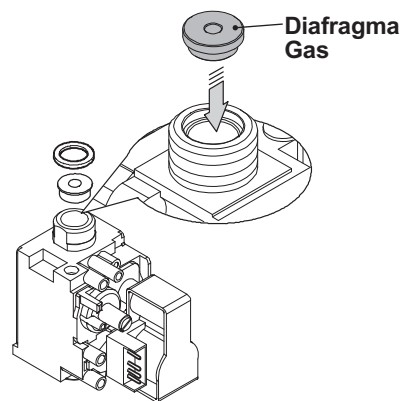

Figura 8.2
- Realice el cambio del tipo de gas sustituyendo correctamente el diafragma de gas (Figura 8.2), consultando la sección "Datos técnicos", pág. 26 (modelos Myto Condens INOX 24) y pág. 29 (modelos Myto Condens INOX 35).